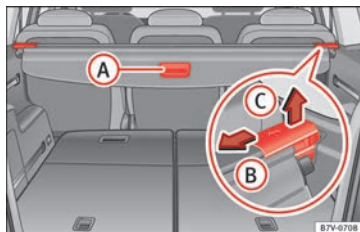

Fig. 164 En el maletero: bandeja del maletero.
- Tire del asidero de la bandeja » » » **fig. 164**
- Desbloquee la bandeja en la dirección de la flecha » fig. 164 B.
- Presione la bandeja en el sentido que indica la flecha » fig. 164 B.
- Desbloquee la bandeja en el sentido de la flecha » fig. 164 B y levántela en el sentido de la flecha C.